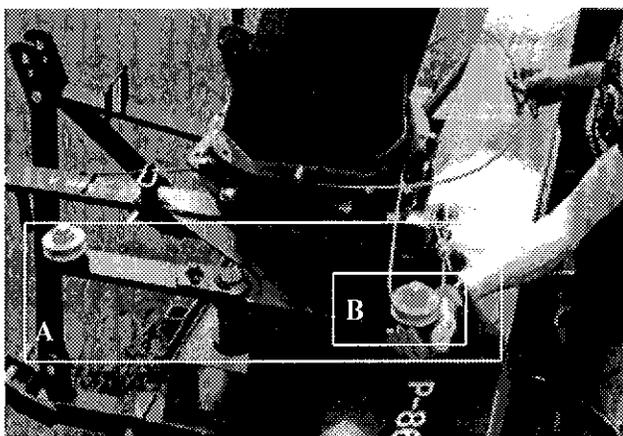
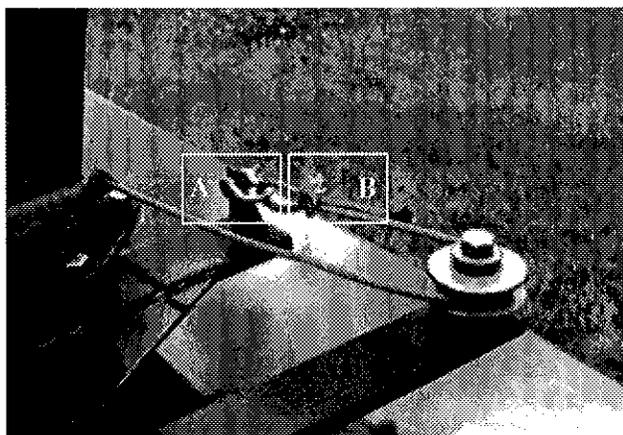

Figure 24
Figure 25
- 3) Placer le pivot (A Fig. 24) perpendiculaire à la caisse de la souffeuse.
- 4) Prendre la partie du câble allant vers la boîte d'engrenage et la faire tourner autour de la chute dans le sens horaire, allez faire le tour de la poulie (B Fig. 24), faire une loupe dans l'attache (A Fig. 25) et fixer le câble à l'aide du serre câble (B Fig. 25).